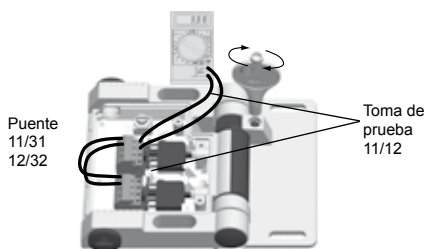

Fig. 5
3. Conectar ambos contactos NC en paralelo, unir el terminal 11 con el 31 y el terminal 12 con el 32 (Fig. 5).
4. Comprobar la conductividad con un metro en los terminales 11/12 de los contactos NC o aprovechar las tomas de prueba en los terminales (fig. 5).